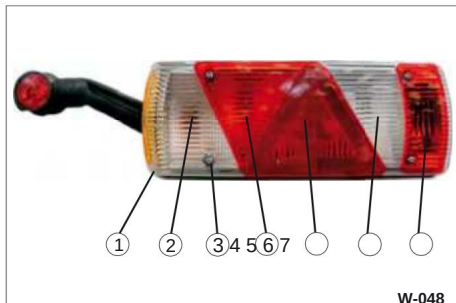

Fig. 56 Baglygtens komponenter
• Skru de 4 fastgørelsesskruer ud (fig. 56/3).
• Fjern den ydre linse (Abb. 56/1).